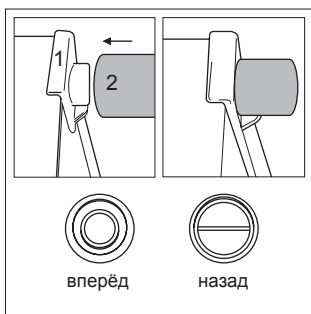

Рис.1
- Установите ограничительные упоры в верхние углы задней стенки устройства как показано на рис. 1. Упоры поставляются в дверной корзине внутри холодильной камеры.